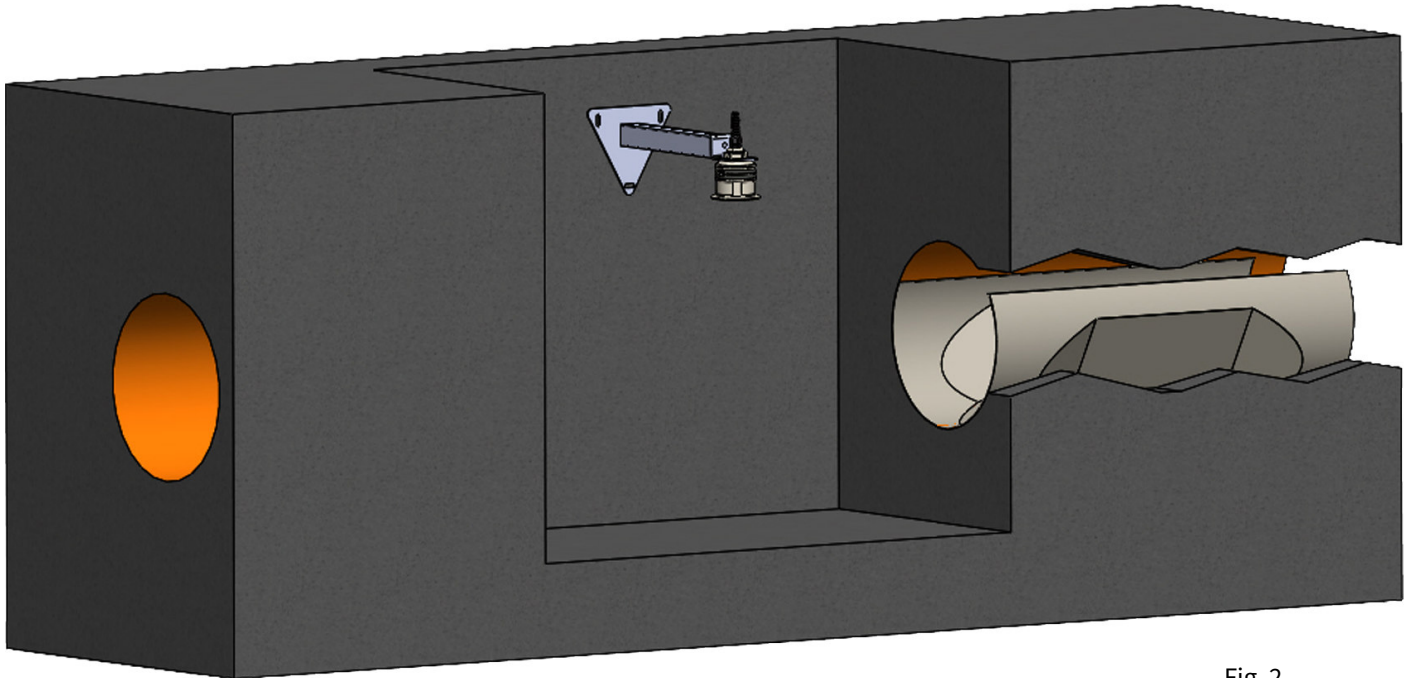

Fig. 2
- 2) aprendo la parte superiore del tubo ed inserendo il canale Palmer-Bowlus nella parte integra del tubo (vedi es. in fig.2)